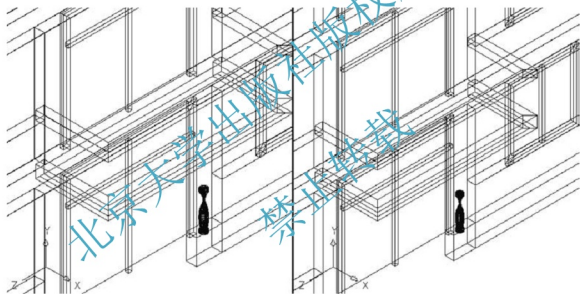

图 6.50 垂直平铺两个视口
(1) 执行菜单栏中的【视图】|【视口】|【两个视口】命令，在输入配置选项[水平(H)/垂直(V)]<垂直>：提示下，按 Enter 键执行尖括号内的默认值“垂直”，表示将要垂直平铺两个视口，结果如图 6.50 所示。